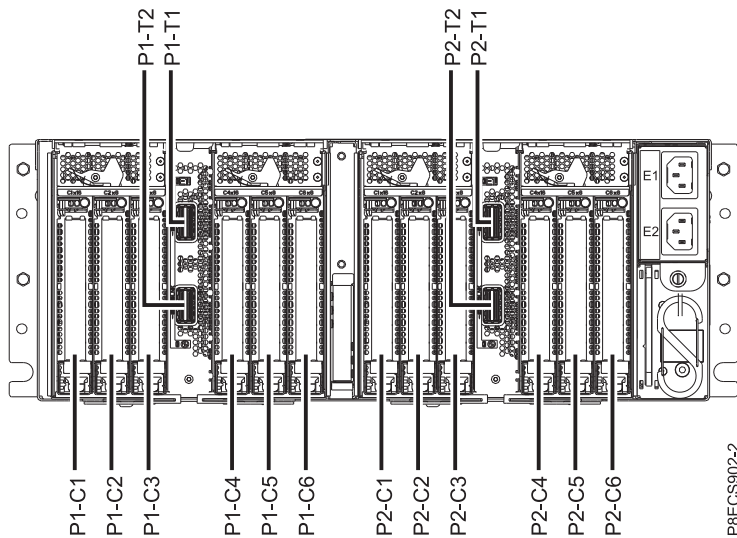

Abbildung 45. Positionen der PCIe-Adaptersteckplätze im Einschub für PCIe3-Erweiterungen
4. Bestimmen Sie den Steckplatz, in dem Sie einen PCIe-Adapter installieren möchten. Siehe Platzierungsregeln für PCIe-Adapter und Steckplatzprioritäten - Einschub für PCIe-Gen3-E/A-Erweiterungen. Die PCIe-Adaptersteckplätze befinden sich an der E/A-Modulposition, die an der Rückseite des Einschubs für PCIe3-Erweiterungen installiert ist. Abb. 45 auf Seite 44 zeigt die Positionscodes der PCI-Adapter.